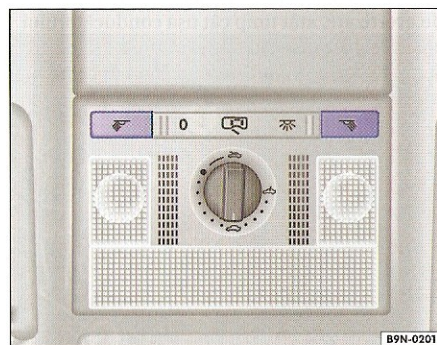

Fig. 32 Plafonul: Lampa pentru lectură din față.
- Apăsați tasta ⇒ fig. 32, pentru a aprinde lampa pentru citit.